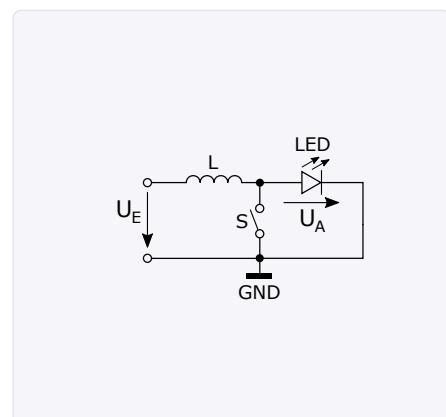

Figure 3. C'est une LED qui remplace diode et condensateur.
Cette tension induite est ajoutée à la tension d'alimentation. Ainsi, la tension U_A appliquée à la diode D est plus élevée que la tension d'alimentation avec laquelle est chargé le condensateur C . Si l'interrupteur S est refermé, le processus se répète. Or, puisqu'une LED est par nature une diode, la diode D peut être remplacée ici par une LED (**fig. 3**). Laquelle peut être reliée directement au potentiel GND. Comment mettre en œuvre ce principe d'élévation pour une LED avec un µC ? En utilisant habilement les différentes configurations possibles de ses ports ! Les entrées/sorties (E/S) d'un µC peuvent en effet être utilisées soit en mode *push-pull* soit en mode *drain ouvert*. En *push-pull*, un niveau logique de sortie haut (1) se traduit par le potentiel d'alimentation V_{CC} sur la broche du port concerné, tandis qu'au niveau logique bas (0) corres-